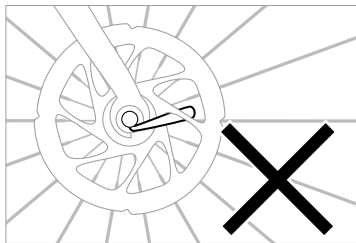

图 2.4
2. 拧紧快拆，确保其在勾爪内位置正确，然后封闭。如果快拆未正确封闭（与后下叉一致），则手柄可卡入碟刹转子中（图 2.4）。